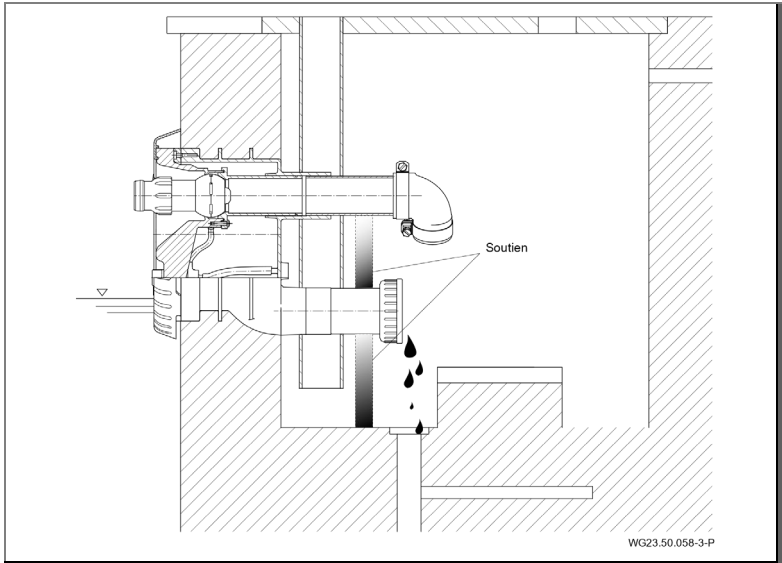

Fig. 22
3. Soulager les tuyauteries d'aspiration et de refoulement par des supports. Voir "Fig. 22", page 41.